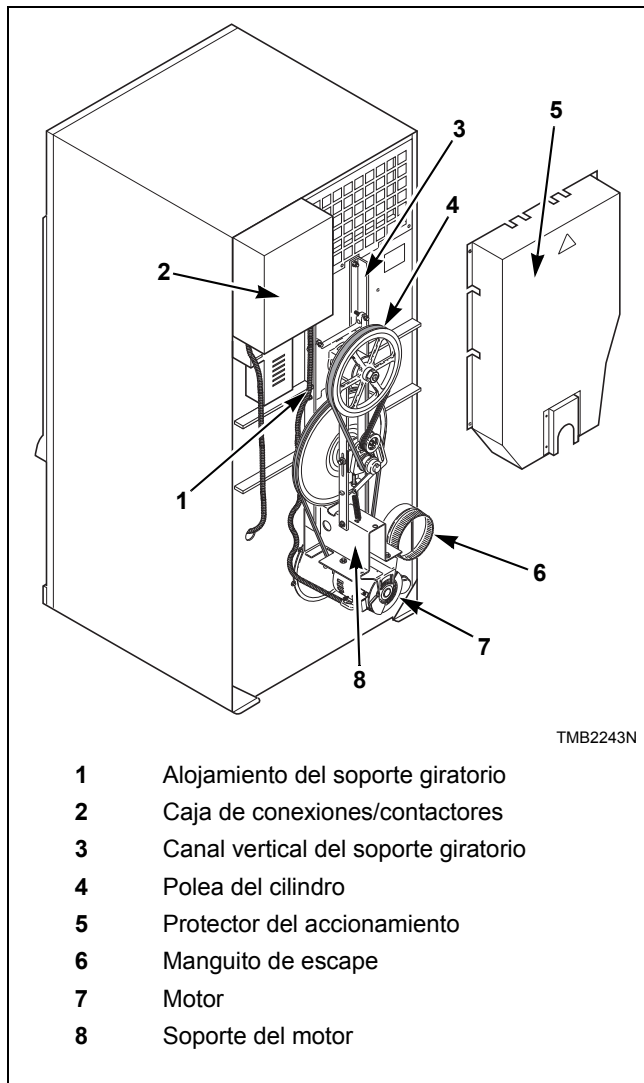

Figura 4
2. Quite el protector del accionamiento. Consulte la *Figura 4*.
3. Quite las correas impulsoras. Consulte la *Figura 4*.
8. Quite el alojamiento del soporte giratorio. Consulte la *Figura 4*.
10. Quite los motores y los soportes de motor. Consulte la *Figura 4*.
12. Quite la caja de empalmes/contactores. Consulte la *Figura 4*.